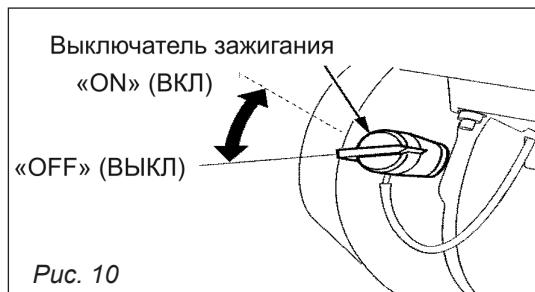

Рис. 10
Переместите выключатель зажигания в положение «Запуск» (ON) (рис. 10).
Чтобы остановить двигатель в случае крайней необходимости, поверните переключатель в позицию «Выключить» (OFF) (рис. 10).
- Поверните выключатель двигателя в позицию «Выключить» (OFF) (рис. 10).